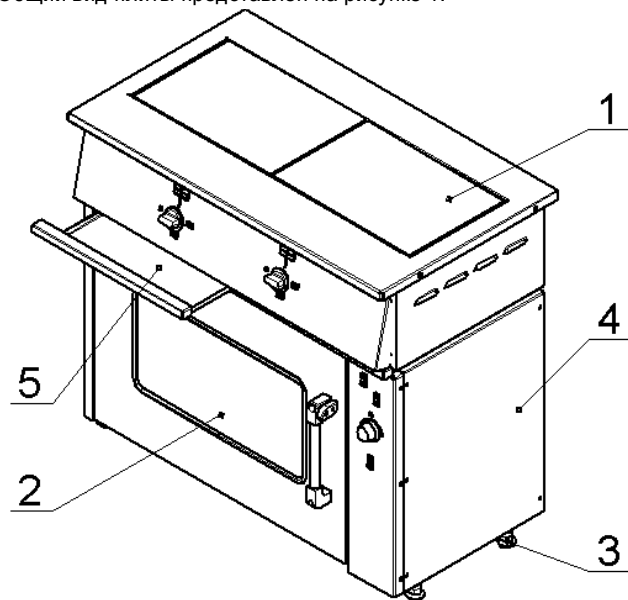
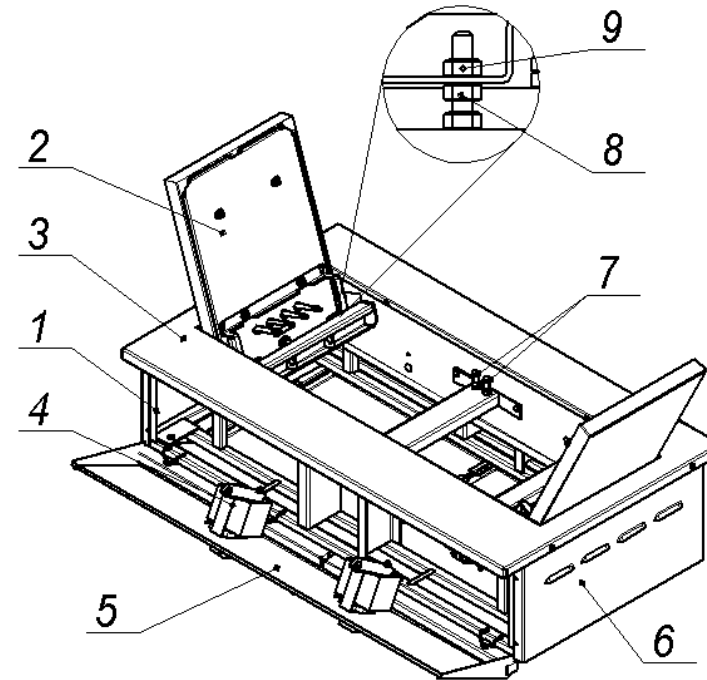
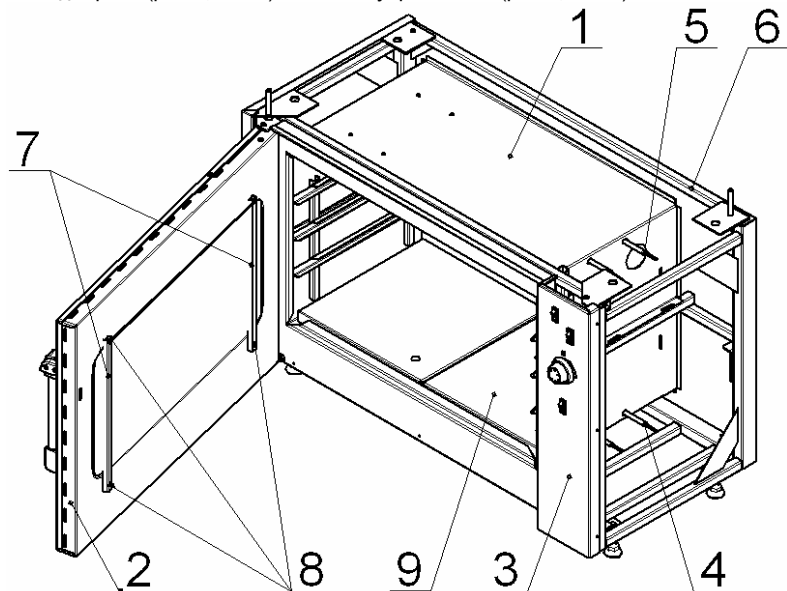
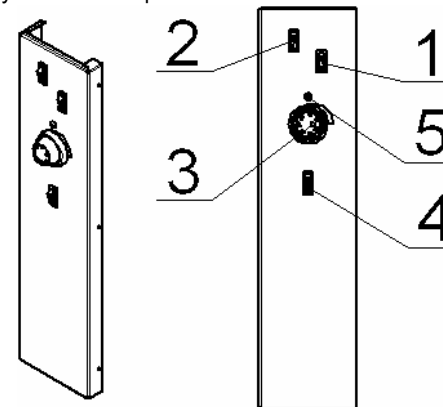

Рис.1
Рис. 2
Рис.3
Рис.4
Чтобы открыть приборную панель плиты, необходимо вынуть выдвижные поддоны (см. рис.1) и вывернуть винты крепления панели к каркасу плиты.
4.3 Собственно плита (рис.2) установлена на жарочный шкаф (рис.1. поз.2) и состоит из каркаса (поз.1), с закрепленными на нём конфорками (поз. 2), столом (поз.3), облицовочными (поз.6) и приборной панелью (поз.5).
4.3.3 Для обслуживания и санитарной уборки, плита оборудована (см. рис.1) выдвижными поддонами (поз.5), так же обеспечен (см. рис.2) свободный доступ к внутренним поверхностям плиты:
4.4 Жарочный шкаф состоит из тепловой (рабочей) камеры (рис.3 поз.1), закрываемой дверкой (рис.3, поз.2) и панели управления (рис.3, поз.3).
- Снять панель управления (рис.3, поз.3) или правую облицовочную панель (рис.1, поз.4);
- Снять панель управления (рис.3, поз.3) или снять правую облицовочную панель (рис.1, поз.4);
- Открыть дверку и вынуть из камеры подовые короба (рис.3, поз.9);
4.5 Приборы управления и светосигнальная арматура размещены (рис.4) на панели управления (рис.3 поз.3), которая расположена с правой стороны шкафа.
4.5.1 Включение и выключение верхнего и нижнего ТЭНов осуществляется соответствующими переключателями (рис.4, поз.1 и 2)
Установка и автоматическое поддержание необходимой температуры (от 50 до 300°C) в камере осуществляется терморегулятором (рис.4, поз.3).
Терморегулятор снабжён сигнальной лампой (рис.4, поз.5).
7.4 Установите (по часовой стрелке) лимбом терморегулятора (рис.4, поз.3) температуру в камере шкафа, предусмотренную технологией приготовления продукта (должна загореться сигнальная лампа рис.4. поз.5).
7.5 Включите переключателями (рис.4, поз.1 и 2) нижний и (или) верхний ТЭНы.